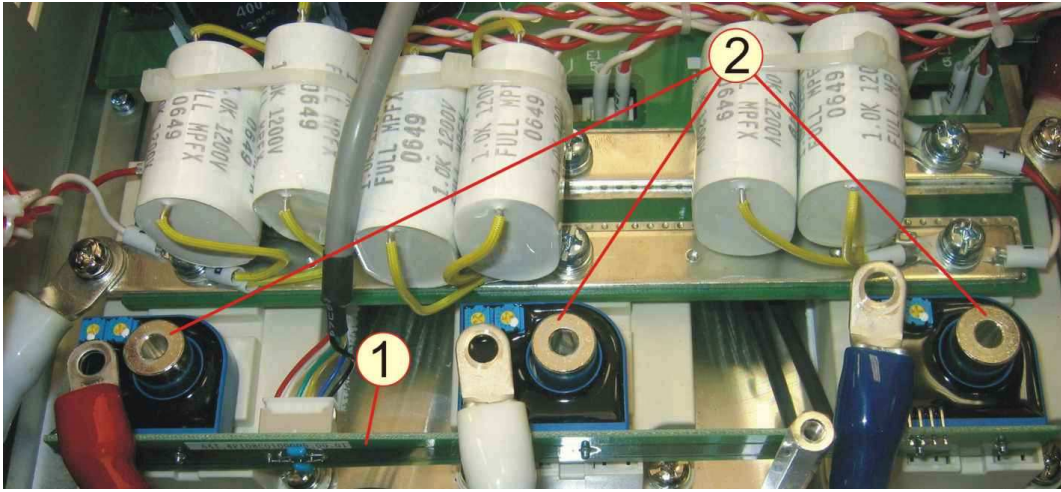

Рисунок 7.22
7.10.2 Установить плату 1 над контактами «1» IGBT модулей, вложить в отверстия токовых датчиков втулки 2 (рисунок 7.22).